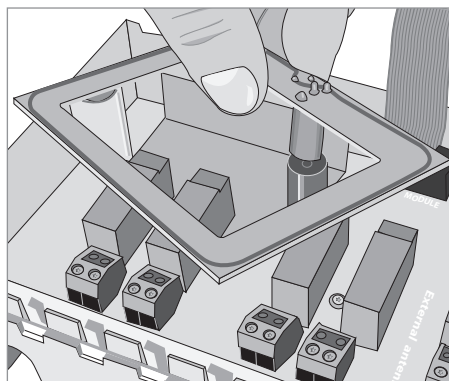

Fig. 4 De interne antenne verwijderen
- Verwijder de interne antenne (zie fig. 4).